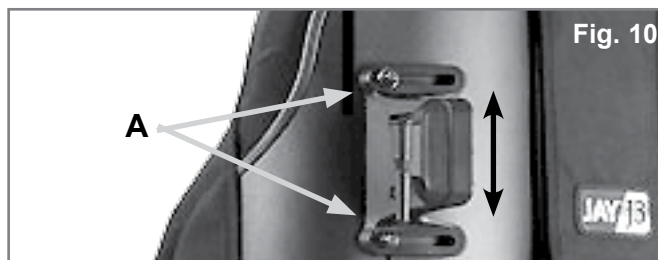

Fig. 10
1. Höjdjustering (Fig. 10)
- Lossa muttrarna (A) och justera höjden för ryggstödet till önskat läge.
- Dra åt muttrarna (A) ordentligt. Rekommenderat åtdragningsmoment är 75 - 85 in-lbs. (8,5 - 9,3 Nm).